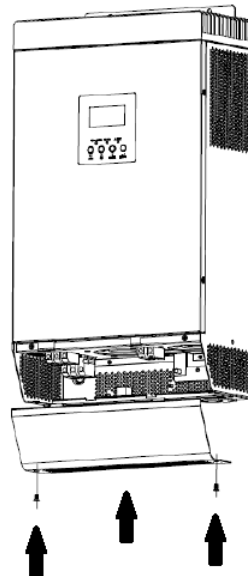

Abb. 5-17 Schließen des Anschlussbereichs.
- Anschließend können Sie den Geräteboden gemäß der nachfolgenden Abbildung (Abb. 5-17) wieder schließen.